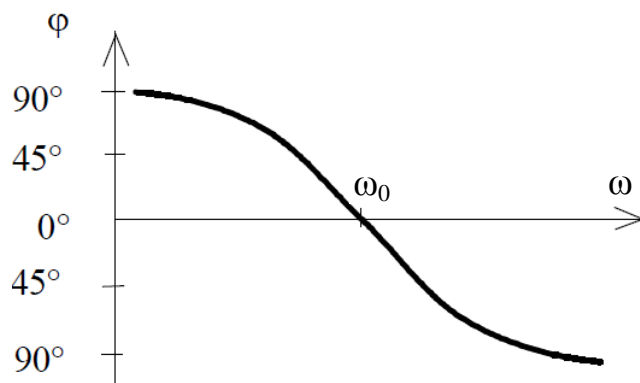

Рисунок 6.3 – Фазо-частотная характеристика усилителя
угла сдвига фазы, выходного сигнала по отношению к фазе входного сигнала, от частоты сигнала  $\varphi = f(\omega)$  (рис.6.3).
*Фазовые искажения* также возникают из-за наличия реактивных элементов. Они обусловлены возникновением различных фазовых сдвигов при усилении сигналов различных частот. Оценивают фазовые искажения по ФЧХ (рис.6.3).